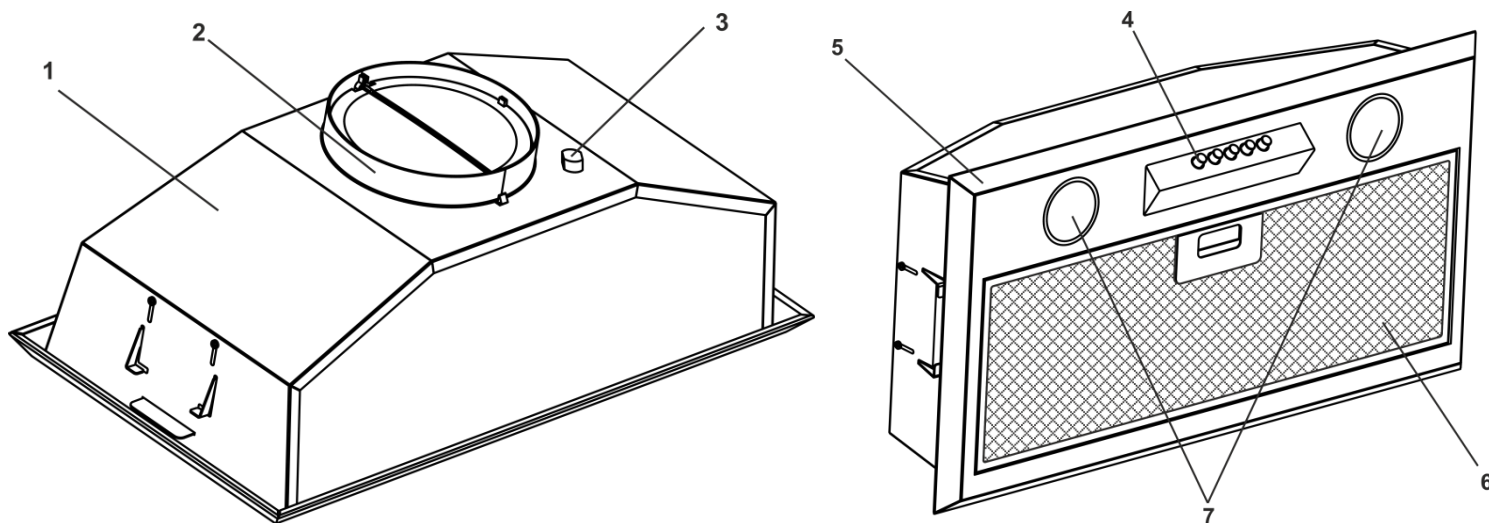

Рис. 1
5.3 Витяжка складається з наступних складових частин (**рис. 1**):